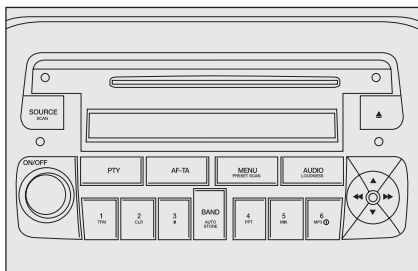

fig. 3
- con autoradio richiesta **fig. 3**;